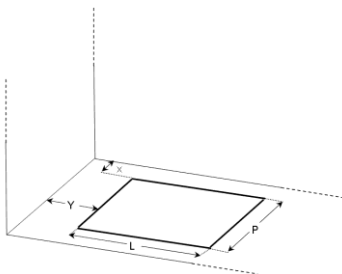

Figura 3
Dimensioni del foro (L x P) per l'alloggiamento dell'apparecchio e distanze critiche (X e Y) variano da modello a modello, si veda la sottostante tabella e la figura 3.
NB: in figura 3 la parete del mobile è illustrata a sinistra dell'apparecchio. Nel caso si voglia installare a destra, si raccomanda di rispettare le medesime distanze critiche della tabella (Y).